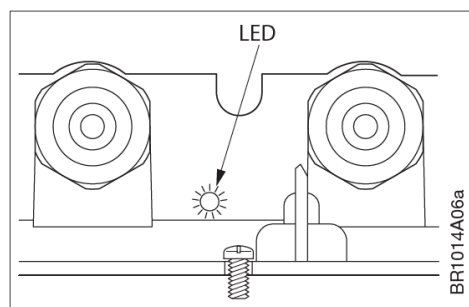

Fig. 5-4: LED-lampans position
- Denna status-LED befinner sig till vänster bredvid kabelingången resp. kabelförskruvningen för nätmatningsledningen (se fig. 5-4).